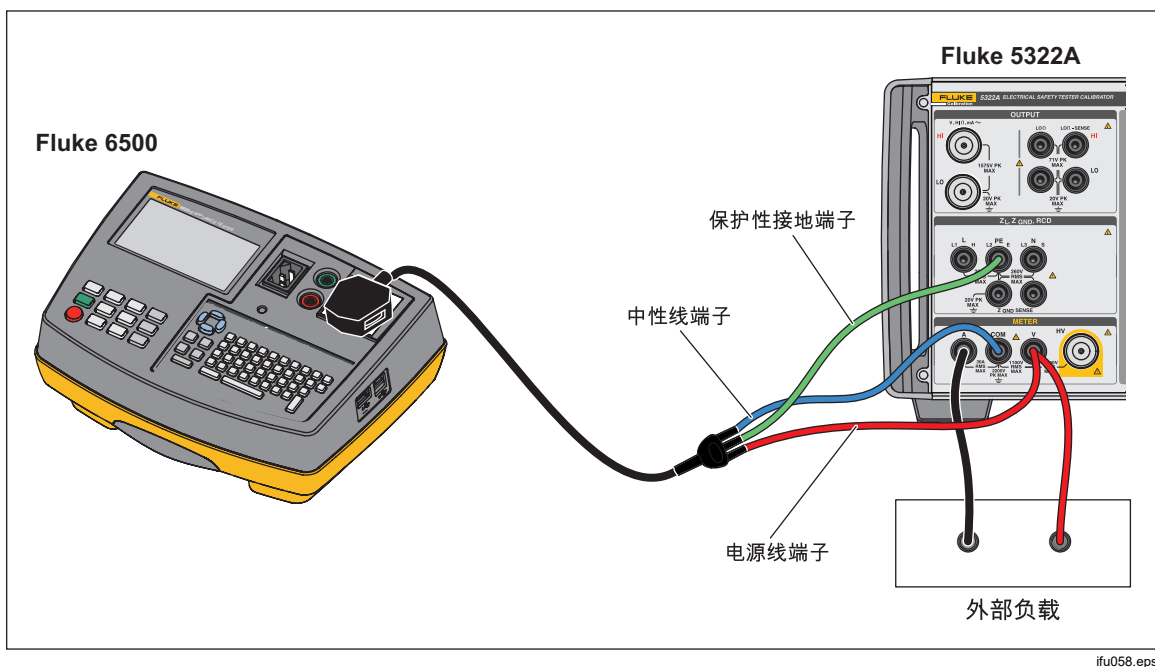
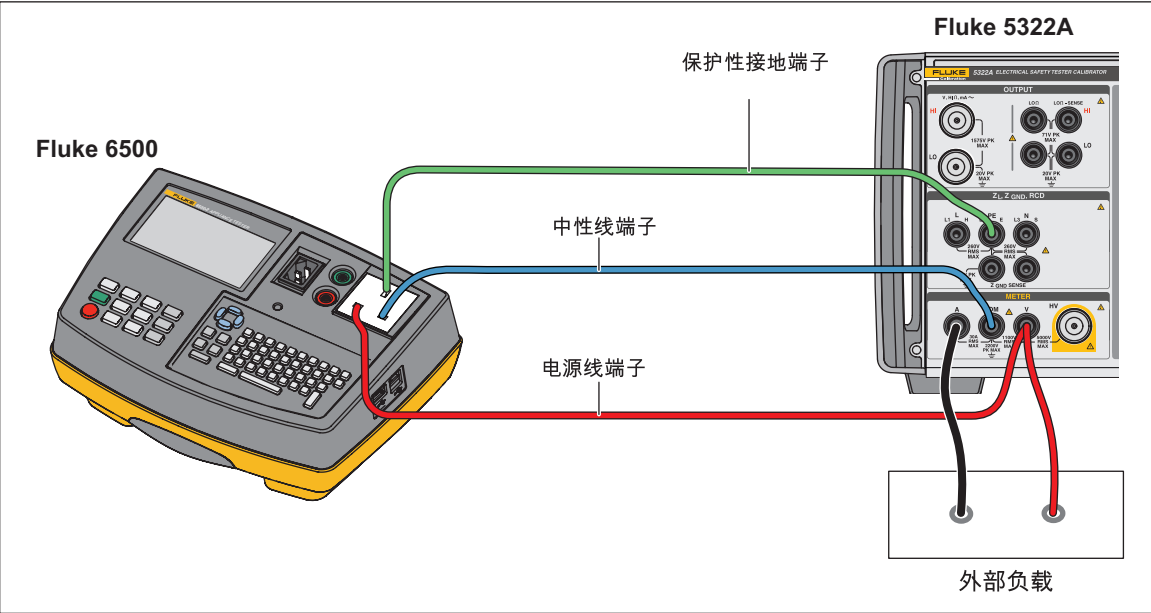

图 55.使用电缆适配器校准电压表和电流表
图 56.仅使用测试导线校准电压表和电流表
2. 按照图 55 和图 56 将被测仪器连接到本产品的电表 A、COM 和 V 端子。同时，在被测仪器和本产品的 PE 端子之间进行保护性接地。